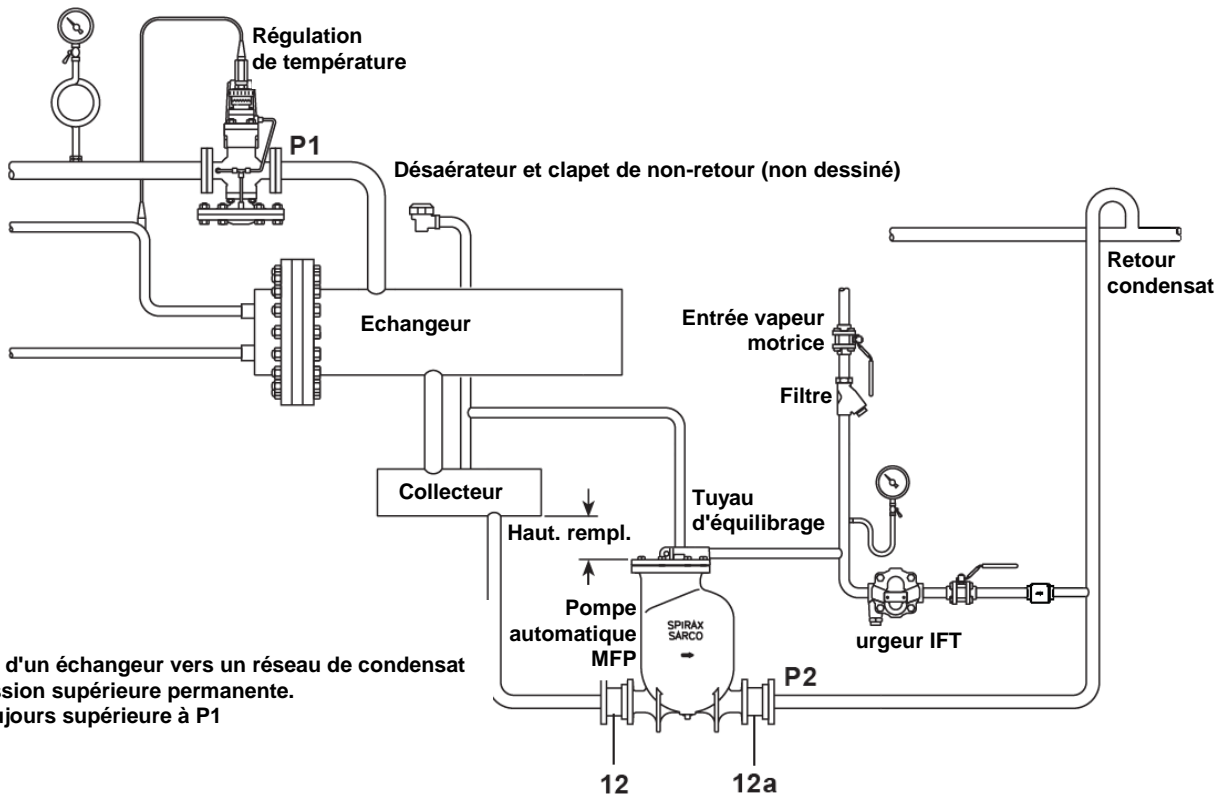

Fig.4
1. Installer la pompe en dessous de l'appareil à purger, le tube d'échappement verticalement vers le haut. Prévoir la hauteur de charge recommandée comme indiqué aux fig. 4 et 5 (distance verticale entre le sommet de la pompe et le dessous du collecteur). Pour d'autres hauteurs de charge, consulter l'abaque des capacités.